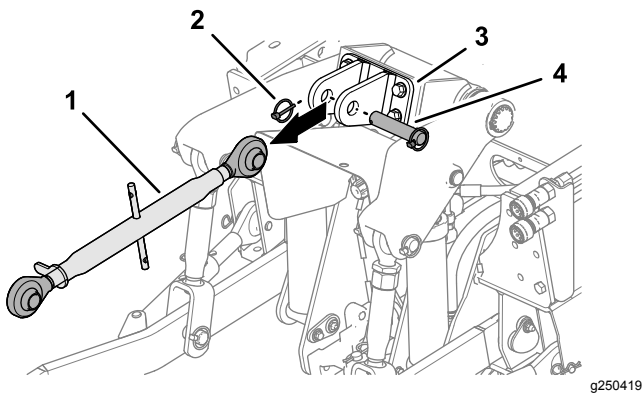

Bild 19
3. Falls vorhanden, Klappstecker, Lastösenbolzen und oberer 3-Punkt-Lenker von der Oberlenkerhalterung entfernen (Bild 19).